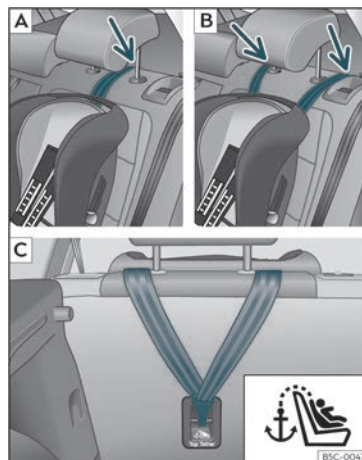
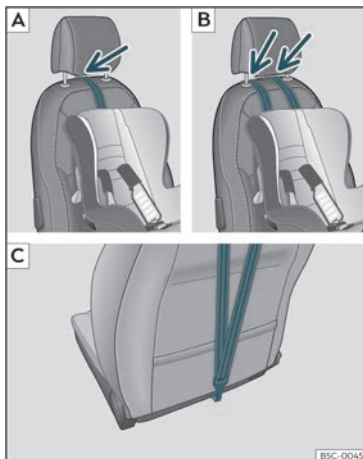

Fig. 29 Bancos traseiros: ajuste e montagem em função do cinto Top Tether.
Fig. 30 Banco dianteiro do passageiro: ajuste e montagem em função do cinto Top Tether.
cabeça se for necessário)»» **Fig. 29** [A]/[B], »» **Fig. 30** [A]/[B].
- Deslize a correia e fixe-a corretamente com a fixação da parte posterior do encosto »» **Fig. 29** [C], »» **Fig. 30** [C].